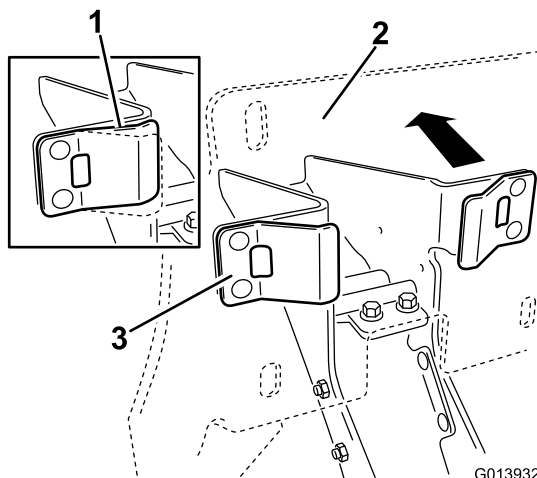

Figure 14
4. Vérifiez que les butées en plastique sont en contact avec les pattes élastiques, et exercez une pression suffisante contre la plaque d'appui pour comprimer à moitié les pattes élastiques (Figure 14).